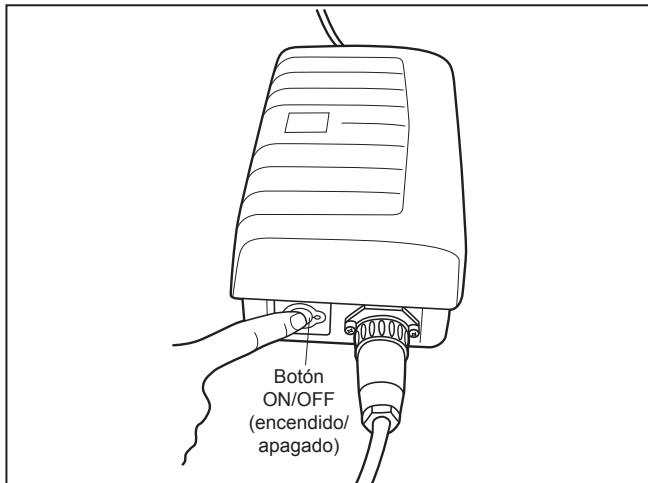

Figura 6. Arranque el limpiador
- Para arrancar el robot limpiador Polaris 9100 Sport, pulse el botón ON/OFF (encendido/apagado). Consulte la Figura 6. La luz verde se enciende y el limpiador se pondrá en marcha después de sólo unos pocos segundos.
- Si desea detener el limpiador durante el ciclo de limpieza, pulse el botón ON/OFF (encendido/apagado) y asegúrese de que la luz LED verde se apague. Consulte la Figura 6.